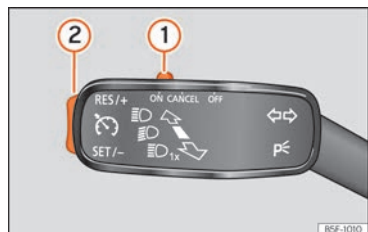

Abb. 53 Links von der Lenksäule: Schalter und Bedienelemente des GRA.
- Die GRA anschließen: schieben Sie den Schalter »» **Abb. 53 ①** bis **ON**. Das System ist eingeschaltet. Da noch keine Geschwindigkeit gespeichert ist, erfolgt noch keine Regelung.
- GRA aktivieren: drücken Sie die Taste »» **Abb. 53 ②** im Bereich **SET/-**. Die aktuelle Geschwindigkeit wird gespeichert und geregelt.
- GRA vorübergehend abschalten: Schieben Sie den Schalter »» **Abb. 53 ①** bis **CANCEL** oder treten Sie auf die Bremse. Regelung wird vorübergehend abgeschaltet.
- GRA wieder einschalten: Drücken Sie die Taste »» **Abb. 53 ②** in **RES/+**. Die gespeicherte Geschwindigkeit wird erneut gespeichert und eingestellt.
- GRA abschalten: Schieben Sie den Schalter **»» Abb. 53 1** auf **OFF**. Das System wird abgeschaltet und die gespeicherte Geschwindigkeit gelöscht.